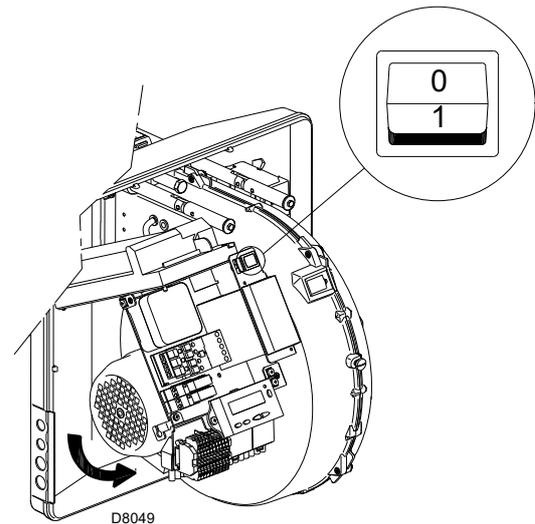

Fig. 31
Fermer les thermostats/pressostats et mettre l'interrupteur de la Fig. 31 en position "1".
Dès que le moteur démarre se positionner devant le ventilateur de refroidissement du moteur ventilateur et contrôler s'il tourne dans le sens contraire à celui des aiguilles d'une montre. Voir la Fig. 31.
- mettre l'interrupteur de la Fig. 31 sur «0» et attendre que la boîte de contrôle réalise la phase d'extinction;
Le brûleur est en état d'attente de demande de chaleur ou le sélecteur «0-1» (Fig. 31 à la page 33) est sur la position «0».